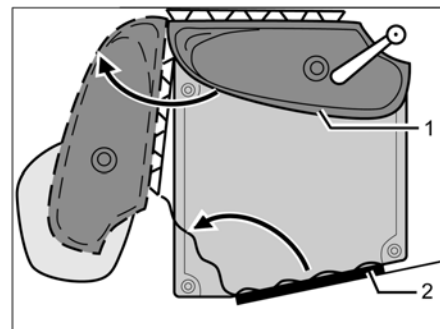

Fig. 345 Inodoro Vario
- Girar el lavabo con la pared dorsal (Fig. 345,1) en dirección de la flecha.
- Entrar en el cuarto de aseo, cerrar la puerta de entrada (Fig. 345,2) desde dentro y bloquearla.